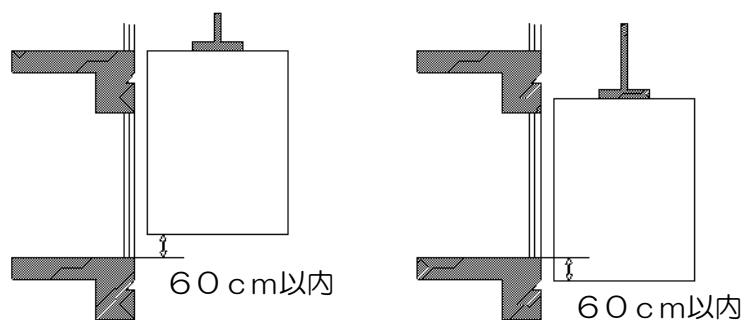

図8-4：かご床と乗場床が上下60cm以内の場合
- ① エレベーターが停止していると思われる階の乗場ドアを解除キーにて開ける。転落の恐れがありますので、最初は10cm程度開けてかごの位置を確認してください。
- ② 乗場ドアとかごドアと一緒に開く場合は作業手順5へ進む。
- ③ 乗場ドアとかごドアと一緒に開かない場合は、かご床と乗場床の段差がどれ位か調べます。
- ※ かご床と乗場床が上下60cm未満の場合は作業手順5へ進む (図8-4参照)